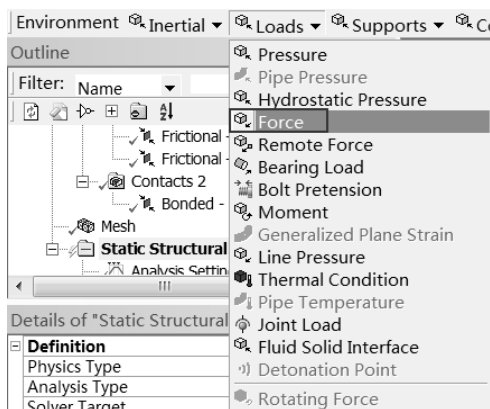

图 13-68 添加载荷
Step2：选择 Environment 工具栏中的 Loads（载荷） Force（力）命令，此时在分析树中会出现 Force 选项，如图 13-68 所示。